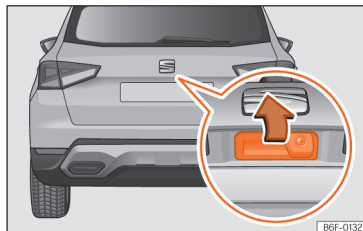

Рис. 57 Кришка багажника: відкривання ззовні.
- **Відкрити:** легко натисніть на ручку. Багажник відкриється автоматично >>> **рис. 57.**